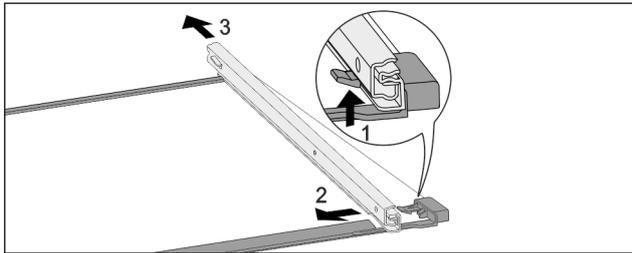

Fig. 174 Ripiano in vetro con guide
- ▶ Premere il gancio di fermo anteriore verso l'alto. Fig. 174 (1)
- ▶ Far scorrere la guida estraibile di lato Fig. 174 (2) e verso il lato posteriore Fig. 174 (3).